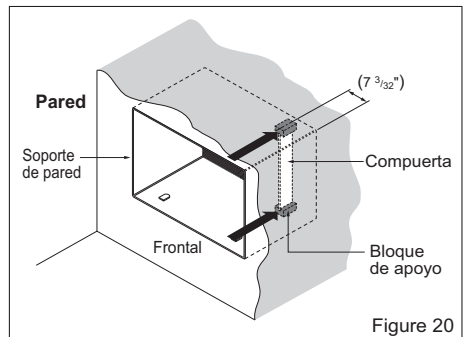

Figure 20
- 6** Retire el envoltorio de los bloques de apoyo y acóplelos al interior del soporte de pared como muestra la Figure 20. Deslice la compuerta en las ranuras de los bloques de apoyo.